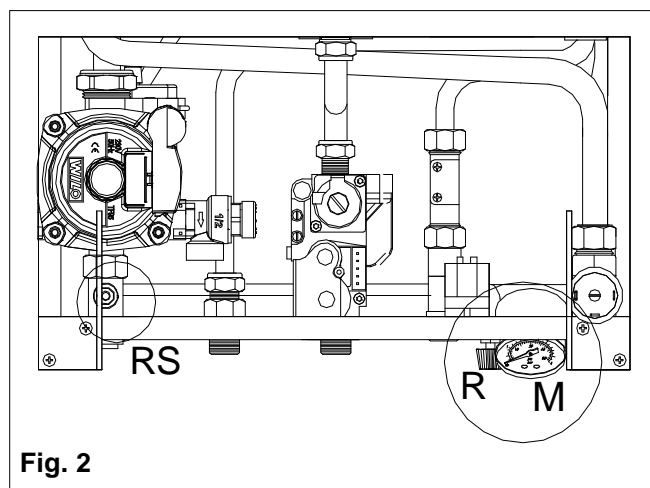

Fig. 2
- aprire il rubinetto di carico **R** (fig. 2) fino a che il manometro **M** segni la pressione di 1 bar ;
- controllare attraverso il manometro **M** (fig. 2), che la pressione dell'impianto raggiunga il valore di 1 bar e che non compare sul display del pannello comandi il codice H2O (vedi "Pannello comandi") ;